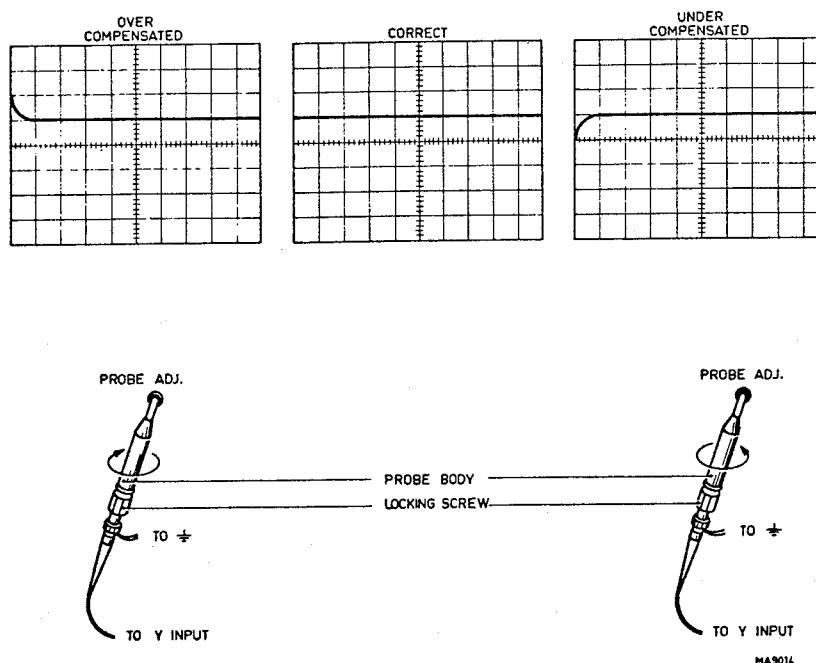

Fig. 2.3. Réglage des sondes PM 9326 et PM 9327
- Mettre le commutateur AMPL/DIV (862) sur 5 mV/div.
- Connecter le fil de mesure à la douille A (851) et placer l'extrémité de sonde sur la borne PROBE-ADJ (854).
- Desserrer la vis de serrage et tourner le corps de sonde (voir Fig. 2.3.) par rapport au câble jusqu'à ce que le réglage correct soit obtenu.